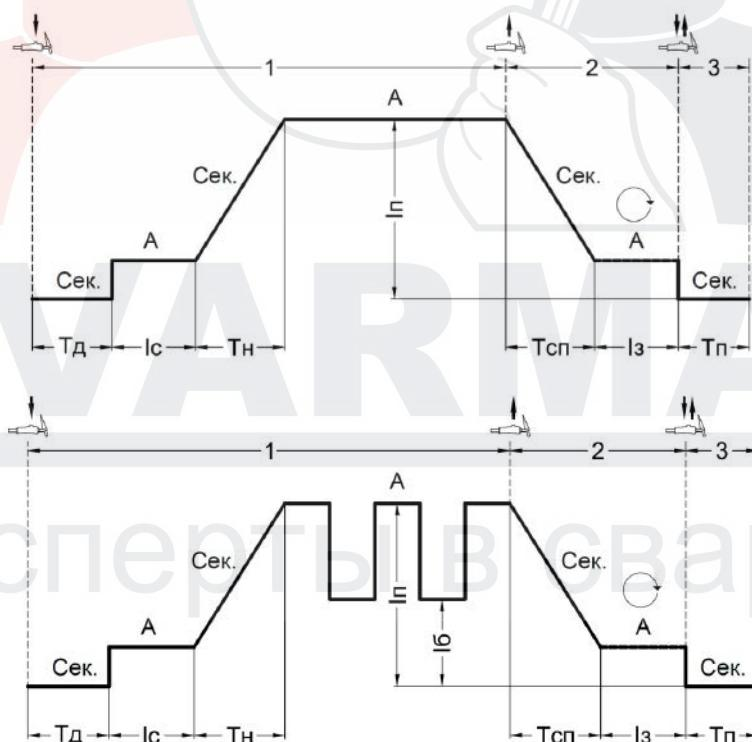

Рис. 7.5.3. Режим работы аппарата «Повтор» и «Повтор» в импульсном режиме.
**Режим «Повтор»** рекомендуется использовать при сварке материалов разной толщины или выполнении сложных задач с разным зазором и разделкой кромок (См. рис. 7.5.3).